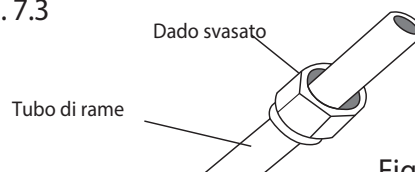

Fig. 7.3
3. Disporre un dado svasato a ogni estremità del tubo. Accertarsi che i dadi siano rivolti nella direzione corretta, perché dopo la svasatura non sarà più possibile riapplicarli o cambiarne la direzione. Vedere la Fig. 7.3